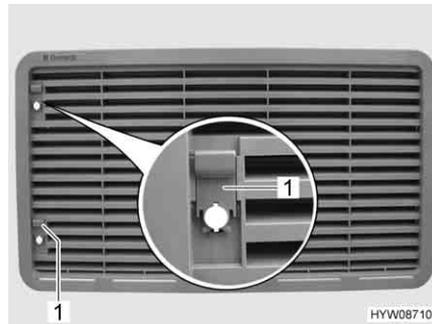

Fig. 62 Grille d'aération du réfrigérateur
- Pousser le curseur (Fig. 62,1) vers le haut.